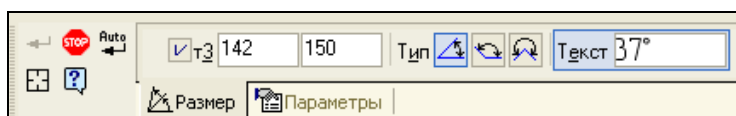

Рис. 11.11. Панель свойств в режиме построения угловых размеров
- ◆ щелкните ЛК мыши по кнопке **Угловой размер** . Панель свойств также имеет две вкладки: **Размер** и **Параметры** (рис. 11.11);
При простановке углового размера вы обратили внимание на то, что ориентация создаваемых вами угловых размеров определялась системой автоматически. В данном примере это угол, который образован ближайшей точкой на первом базовом отрезке и ближайшей точкой на втором базовом отрезке. На Панели свойств (см. рис. 11.11) есть три кнопки в группе **Тип**: